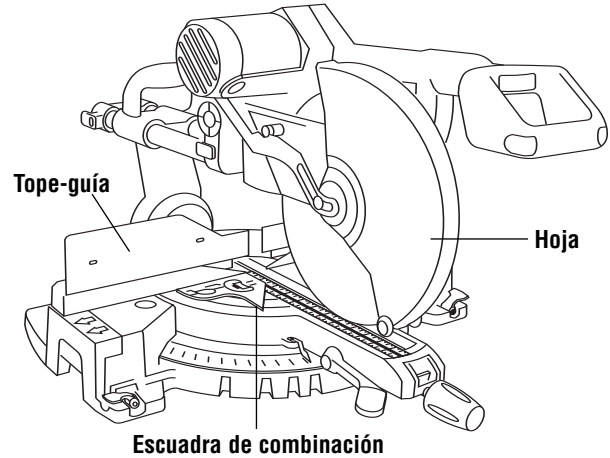

Figura 1. Hoja en ángulo recto con el tope-guía
4. Coloque la escuadra de combinación contra el tope-guía con la regla de la escuadra paralela a la hoja. La regla debe hacer contacto con la hoja, pero no con los dientes de la hoja. Si la hoja no está en ángulo recto contra la regla, siga el procedimiento de alineación del tope-guía. (Figura 1)